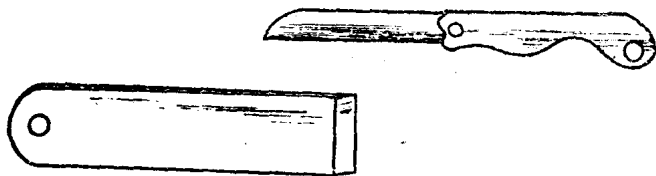

图 2-3 削笔刀
3. 修磨 削笔工具可用一般的小刀，或用碳钢（如报废的机用锯条片）自己制作，如图2-3所示。